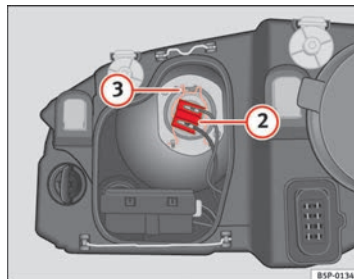

Fig. 189 Luz de cruce
- Extraiga el conector ⇒ fig. 189 ② de la lámpara.
- Desenganche el resorte retentor ⇒ fig. 189 ③ presionándolo hacia dentro y a la derecha.